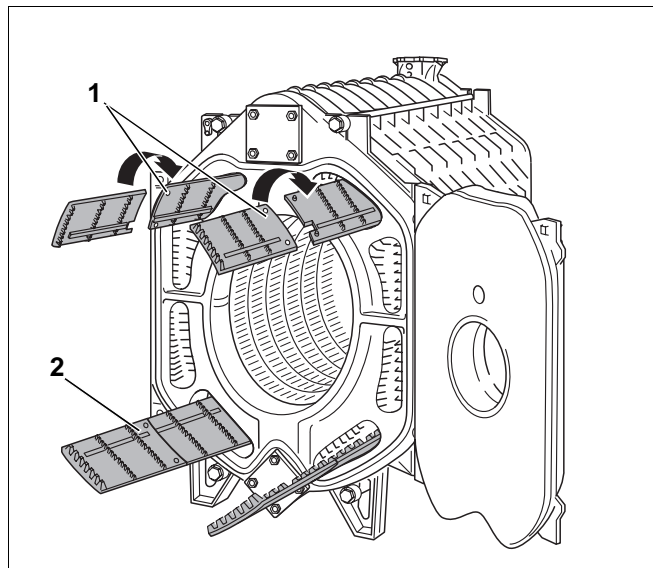
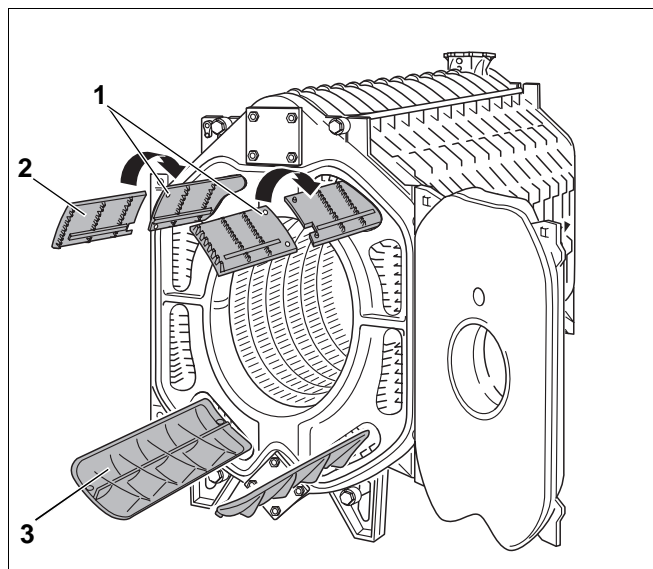
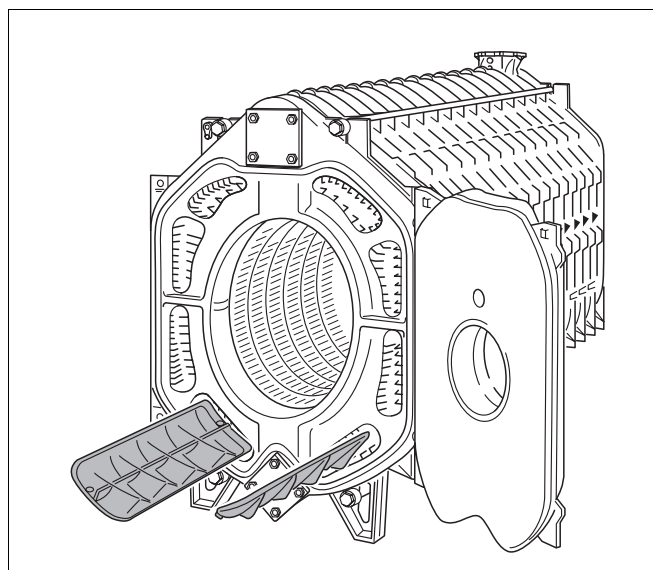

Рис. 29 Котел с 9 секциями
Рис. 30 Котел с 13 секциями
Рис. 31 Котел с 15 секциями
серповидного профиля (рис. 30, поз. 2) и
волнообразного профиля (рис. 30, поз. 3).
- Достать направляющие пластины дымового газа из ящика с деталями котла и, в соответствии с **надписями на них**, вложить в газоотводящие каналы (см рис. 29, рис. 30, рис. 31 и таблицу на следующей странице).
Направляющие пластины дымового газа серповидного профиля состоят из двух частей. При укладывании их в газоотводящий канал следует обращать внимание на то, чтобы одна часть пластины входила в другую (рис. 29, поз. 1) и (рис. 30, поз. 1)! На рис. 29 изображены вставленные друг в друга обе составные части направляющих пластин (рис. 29, поз. 2).